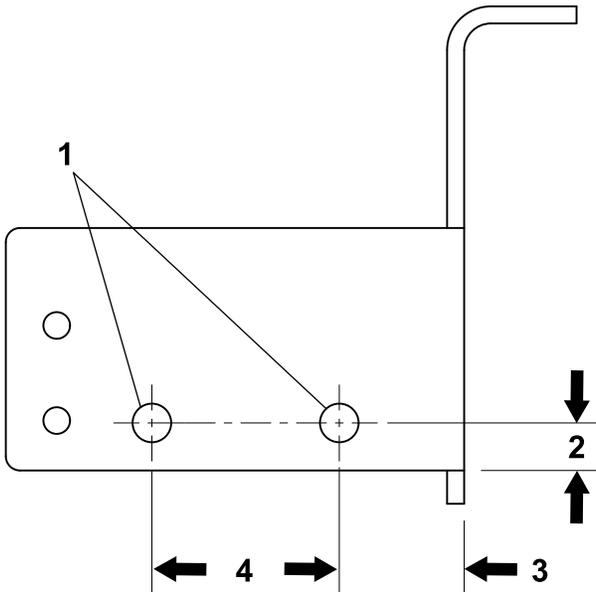

图 24
2. 螺母—5/16 英寸 (2)
6. 在板上定位、标记并钻 2 个孔 (13/32 英寸)，如 图 24 所示。